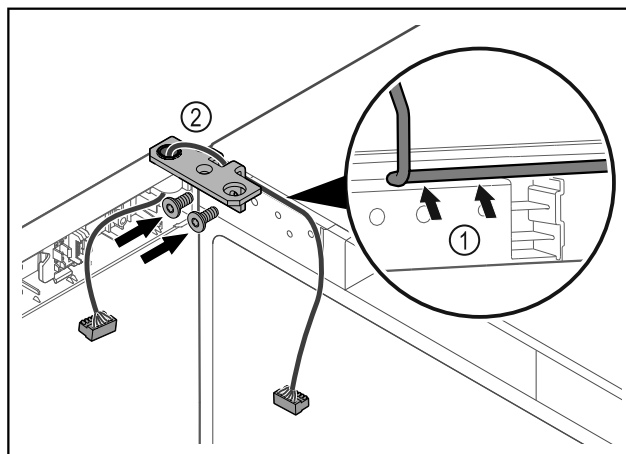

Fig. 46
- ▶ Kaloni kabllon përmes së prerës në profilin e menteshës dhe shtrijeni me kujdes Fig. 46 (1).
- ▶ Mbërtheni vidat e profilin të menteshës Fig. 46 (2).